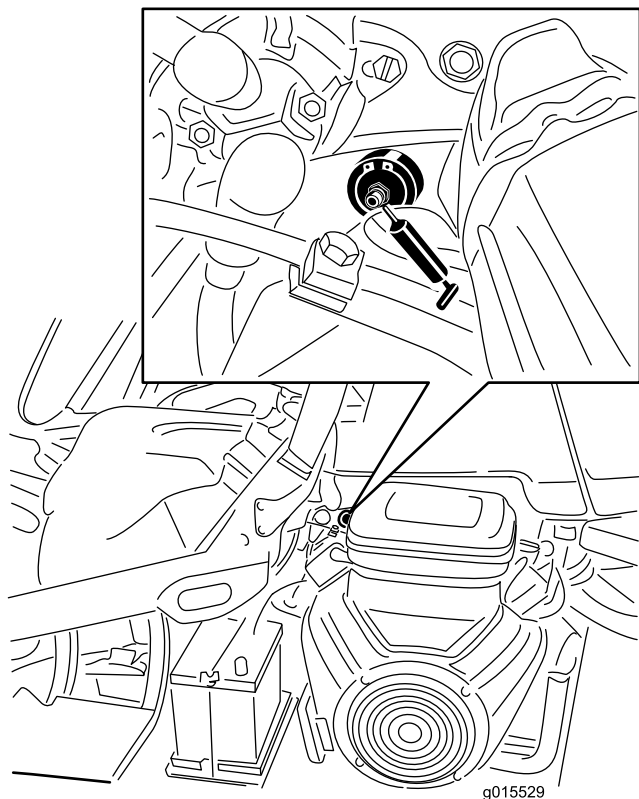

図 40
1. 異物を入れてしまわないよう、グリスフィッティングをきれいに拭く（図 40）。